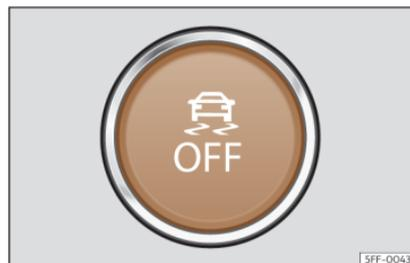

Fig. 189 En la parte inferior de la consola central: botón para conectar/desconectar el ESC
- El ESC en modo “Sport” se puede desconectar y conectar mediante una pulsación corta en el botón  de la consola central >>> **fig. 189**.
• El ESC se puede desconectar mediante una pulsación larga en el botón  de la consola central >>> **fig. 189** y se puede volver a conectar mediante una pulsación corta.